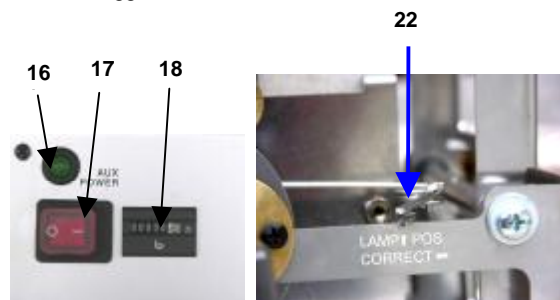
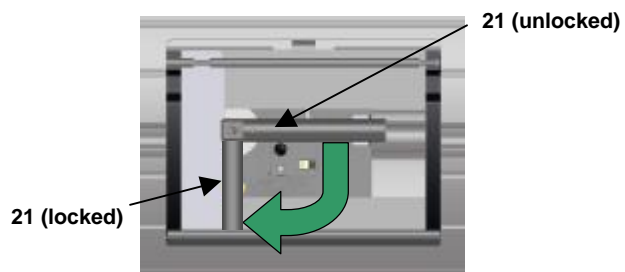

Bild 3 / Picture 3
Bild 4 / picture 4
### **Lampenwechsel / Einsetzen der Lampe (Bild 3+4):**
- Betätigen Sie den Verschlussshaken (15) des Schutzglases und schwenken Sie diese vorsichtig bis zum Anschlag.
- Die Seitenklappe (5) öffnet sich durch Drücken des Öffners (19) am Rückteil und gibt den Lampenklemmhebel (21) frei.
- Durch Drehen des Lampenklemmhebels nach hinten, gegen den Uhrzeigersinn (siehe Bild 4), wird die Lampenklemmung wie auch die Lampenhalterung geöffnet und die Lampe (12) kann nach vorn aus dem Scheinwerfer genommen werden.
- Die einzusetzende Lampe (12) nur mit Handschuhen anfassen (Fingerabdrücke am Glaskolben brennen ein und führen zur Verkürzung der Brenndauer). Reinigungshinweise des Lampenherstellers beachten. Nur Lampen in Scheinwerfer entsprechender Leistung verwenden.
- Anschließend Lampe (12) vorsichtig von vorn durch den Reflektor (13) in die Lampenfassung einbringen. Ein Lampenindikator (22, Bild 3) zeigt an, ob die Lampe ausreichend in die Fassung eingebracht ist. Achten Sie auch auf den zentrischen Sitz der Lampe im Reflektor.
- Fixieren Sie die Lampe durch Drehen des Lampenklemmhebels (21 siehe Bild 4) nach unten.
- Schließen Sie die Seitenklappe (5) zum Lampenklemmhebel.
- Anschließend Schutzglas (10) zurückschwenken und im Verschlussshaken (15) einrasten lassen (hörbares Klicken).
- Achten Sie darauf, dass bei Betrieb des Scheinwerfers die grüne LED (16) (auxiliary power) leuchtet. Diese zeigt den normalen Betrieb der erforderlichen Ventilatoren im Scheinwerfer an.